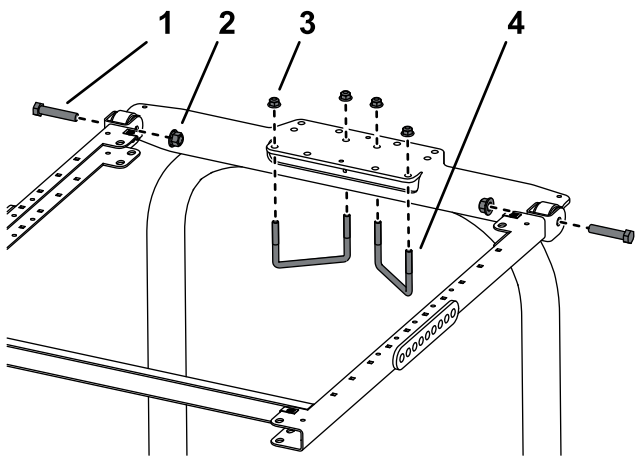

Figure 25
8. Placez le support du ROPS au sommet de l'arceau de sécurité du groupe de déplacement (Figure 25).
9. Utilisez les trous indiqués à la Figure 25 pour fixer le support au sommet de l'arceau de sécurité à l'aide de 2 étriers filetés ($4\frac{1}{2}$ " x $2\frac{3}{4}$ ") et de 4 écrous à embase.